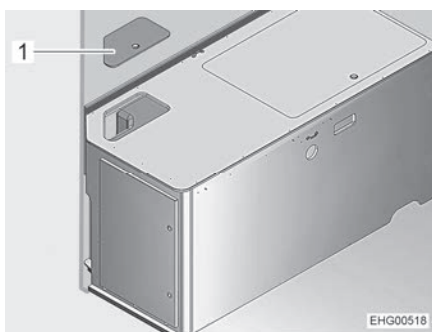

Bild 162 Bettkasten links
- Service-Deckel (Bild 162,1) abnehmen.